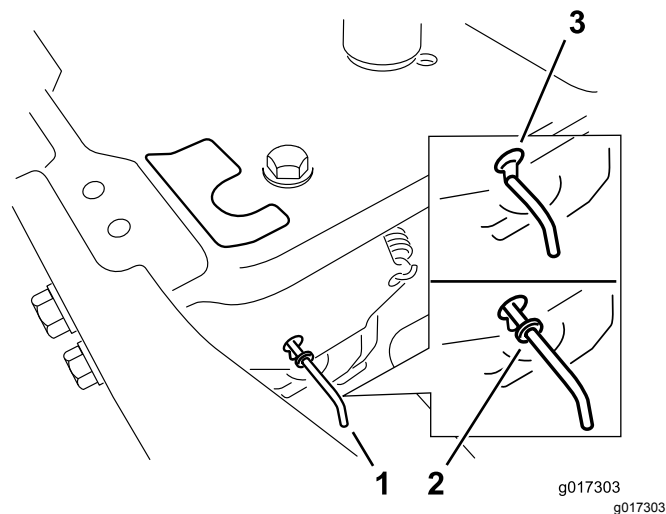

Figura 34
4. Spostate in avanti le leve di bypass attraverso il foro della chiavetta, quindi verso il basso per bloccarle in posizione (Figura 34).
Spostate indietro le leve di bypass attraverso il foro della chiavetta, quindi verso il basso per bloccarle in posizione, come illustrato nella Figura 34.